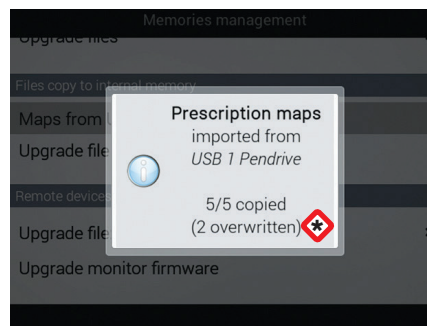

Fig. 292
- Ett bekräftelse-meddelande (Fig. 292) visas när processen är klar. Tryck **ESC**.